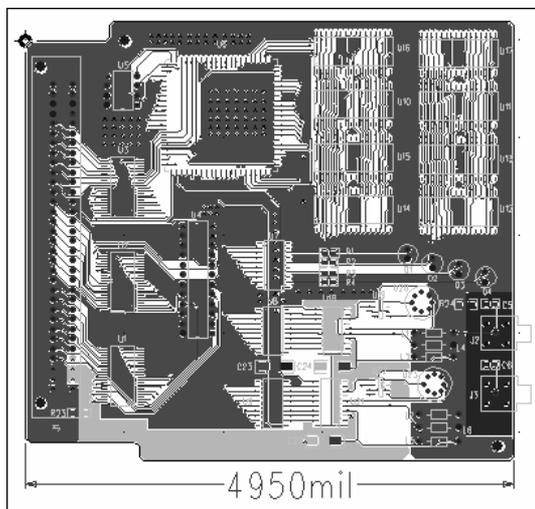

图 13-9 水平标注方式
(5) 在如图 13-9 所示的电路板边框的左侧下端拐角处单击鼠标左键, 再在右侧边框下端的拐角处单击鼠标左键, 然后将附着在光标上的尺寸映像拖动到合适的位置, 单击鼠标左键, 放置标注图形。